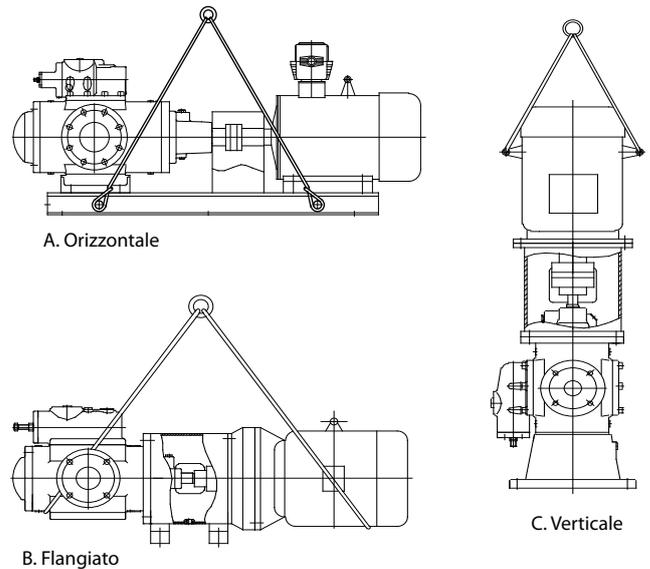

Figura 3.2 Sollevamento dell'unità di pompaggio
3. Quando si solleva il gruppo pompa (motore incluso), la catena deve essere collegata al gancio della piastra di base. Assicurarsi che nessuno dei tubi o degli accessori ausiliari collegati siano danneggiati. Vedere la figura 3.2 come riferimento.